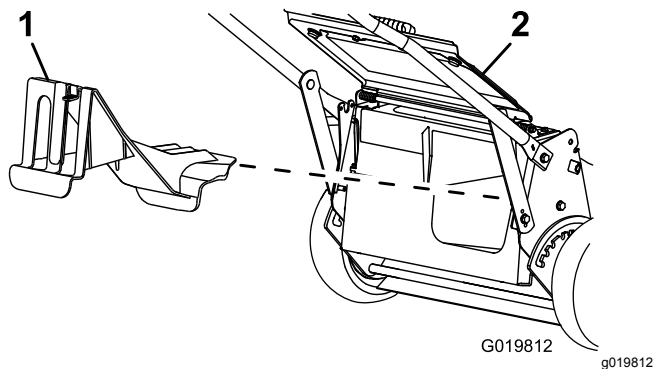

Figure 23
- Si l'obturateur d'éjection arrière n'est pas installé, saisissez-le par la poignée, relevez le volet arrière et insérez-le dans la goulotte d'éjection arrière jusqu'à ce que le dispositif de verrouillage s'enclenche ; voir Figure 23.
2. Retirez l'obturateur d'éjection arrière en appuyant sur le verrou avec le pouce et en tirant l'obturateur hors de la machine (Figure 23).